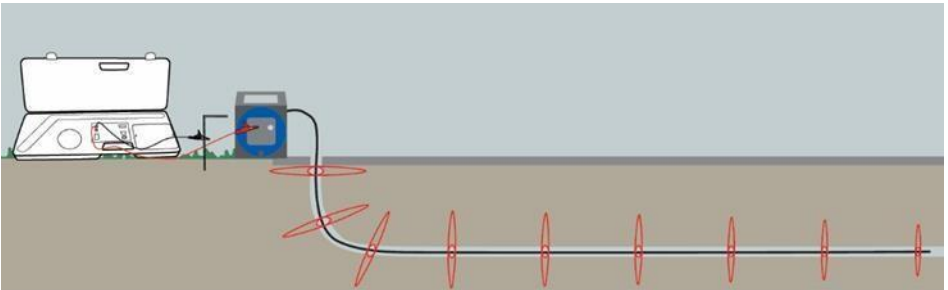

Figura 1
2. Usando el transmisor de su localizador de cables, conecte la pinza roja a la perilla roja en el Pro65™ marcador de tubos de plástico. Conecte la pinza negra a la estaca de tierra incluida con el rastreador de cables. Vea figura 1 abajo.